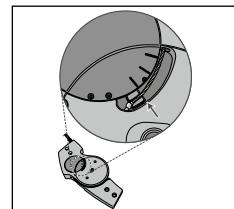

Fig. 5
3. Après avoir enlevé la plaque de couverture, vérifiez si la partie supérieure de la pipette (avec le câble du satellite) est parallèle avec les trois bandes inférieures de l'unité fonctionnelle (**Voir Fig. 5**).
12. Vérifiez à nouveau la position correcte (mode 3) du levier dans l'unité fonctionnelle de l'articulation (**Voir Fig. 5**).